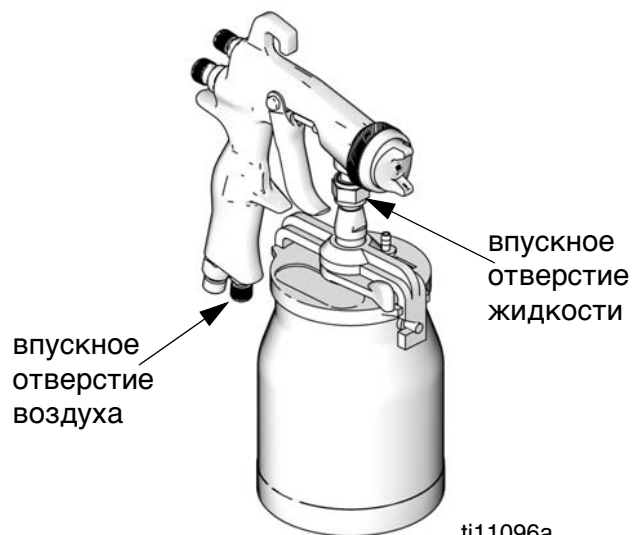

Рис. 1
4. Подключите линию подачи чистого, сухого и отфильтрованного воздуха к фитингу подачи воздуха. См. Рис. 1.